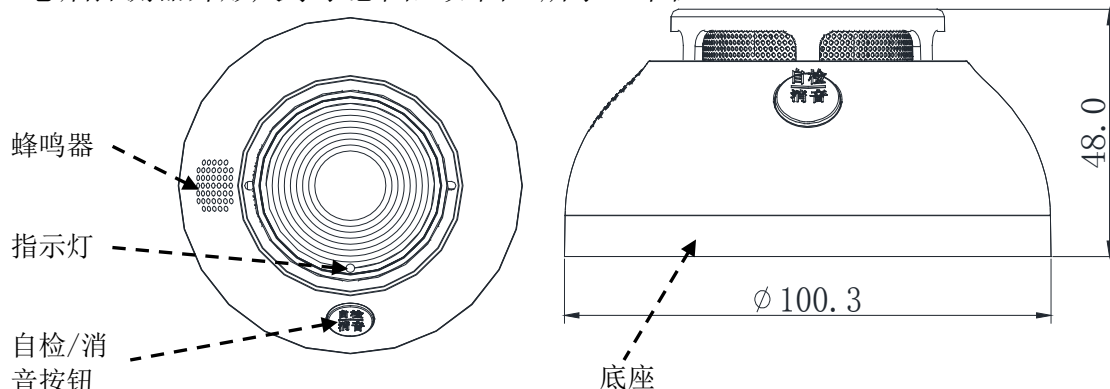

图 1：感烟探测器外形示意图
4.1 感烟探测器外形尺寸示意图，如图 1 所示（单位：mm）